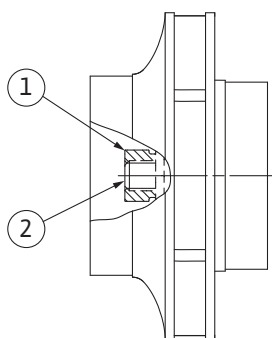

Fig. 106: Posizione corretta del dado girante dopo il montaggio
8. Tenere l'albero fermo con una chiave fissa (SW22 mm) e serrare il dado della girante con la coppia di serraggio prescritta (vedi tabella "Coppie di serraggio" [► 276]). Il dado (Fig. 106, pos. 1) deve essere circa $\pm 0,5$ mm a filo dell'estremità dell'albero (Fig. 106, pos. 2). Se non è così, allentare il dado e ripetere le operazioni 4 ... 8.
9. Rimuovere la chiave fissa e rimontare la lamiera di protezione (Fig. I, pos. 27).